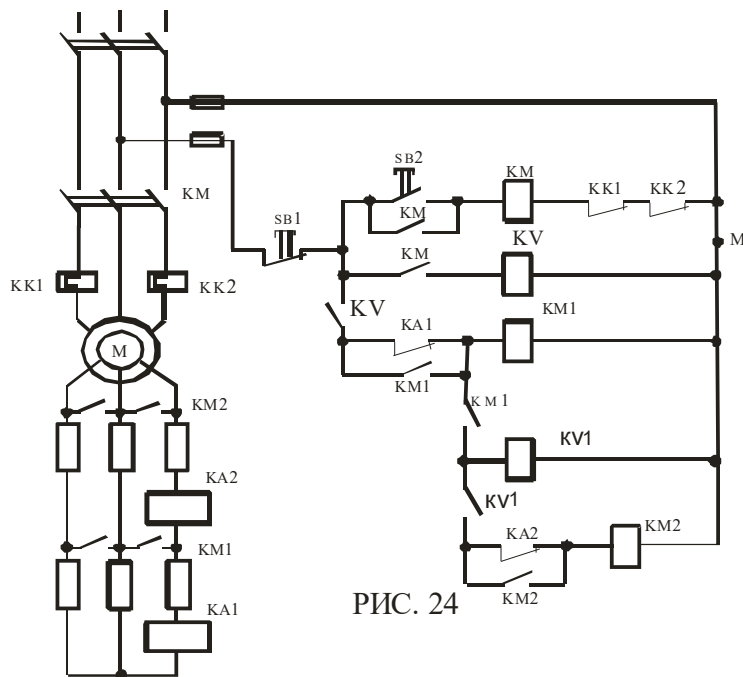
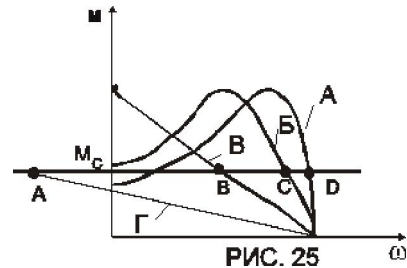

РИС. 24
РИС. 25
**В какой точке (рис. 25) остановится разбег двигателя, если электрическая цепь разорвется в точке М (рис. 24)?**